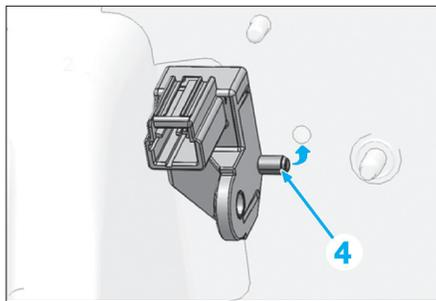

Fig. 22
- Positionner le capteur d'accélération à l'aide de l'indexage (4) (Fig.22).